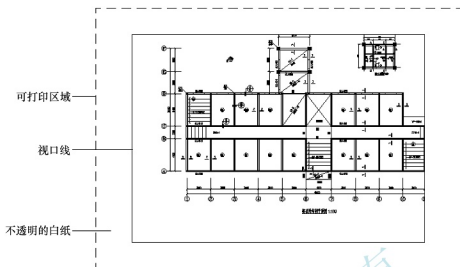

图 5.63 布局界面
(1) 布局和模型空间关系的理解: 图形是在模型空间内绘制的, 布局好像将一张不透明的白纸蒙在模型空间上, 在这张白纸上挖洞就可以看到相应位置上的模型空间内的图形, 其他部位模型空间内的图形是被白纸覆盖遮挡的。这里提到的“洞”的概念在 CAD 内称为“视口”。
(2) 打开图 5.43 所示的图形文件, 然后单击操作界面下方【布局 1】视口选项卡进入该视口进行多重比例的布图, 如图 5.63 所示。
(3) 单击视口线, 出现蓝色夹点, 然后按 Delete 键将此视口删除, 这时相当于在不透明的白纸上没有洞口, 所以看不到任何图形。
(4) 设置【页面设置管理器】。
① 右击【布局1】，在弹出的快捷菜单中选择【页面设置管理器】命令，打开【页面设置管理器】对话框。